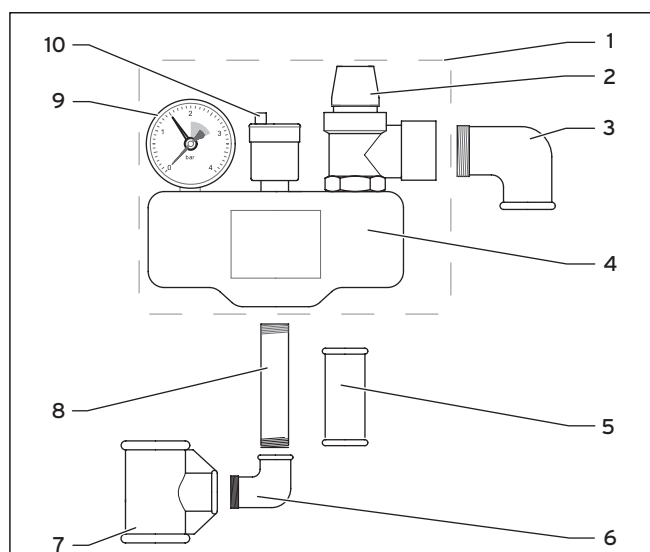

Bild 3.1 Säkerhetsgrupp
- Kontrollera om leveransens innehåll är fullständigt med hjälp av bild 3.1 och tabell 3.1.
- Kontrollera varje år och vid varje idrifttagande att säkerhetsventilen fungerar (**2**, bild 3.1)